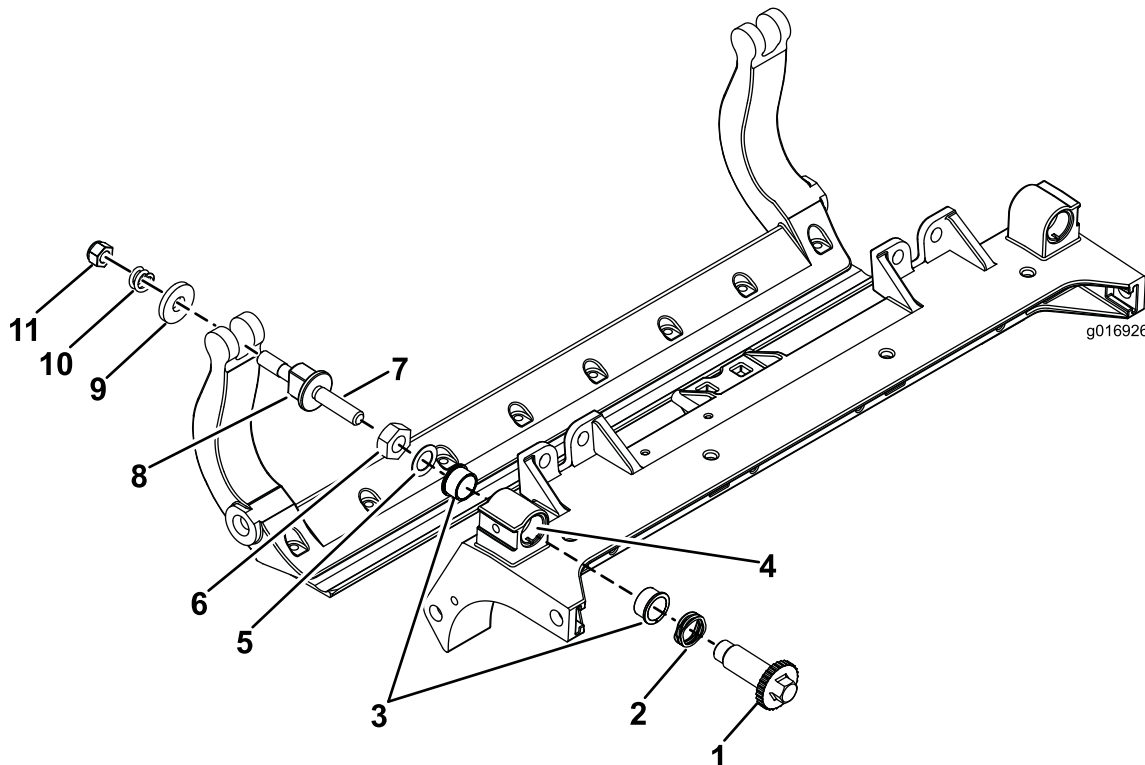

Figura 42
1. Îndepărtați toate piesele (consultați *Instrucțiunile de instalare* pentru Setul HD DPA în Figura 42).
2. Aplicați agent anti-blocare în interiorul bucei de pe cadrul central al unității de tăiere (Figura 42).
3. Aliniați cheile de pe bucele cu flană cu fantele din cadrul și instalați bucele (Figura 42).
4. Montați o aibă ondulată pe arborele urubului de reglare și glisați-l în bucele cu flană din cadrul unității de tăiere (Figura 42).
5. Fixați arborele urubului de reglare cu o aibă plată și o contrapiuliță (Figura 42).
12. Amplasati o aibă din oel în afara fiecărei aibe din nailon (Figura 42).
- Notă:** Șaibele din interior pot lăsa un spațiu (Figura 42).
comprimare este complet comprimat, apoi slăbii piulia cu jumătate de rotaie (Figura 42).